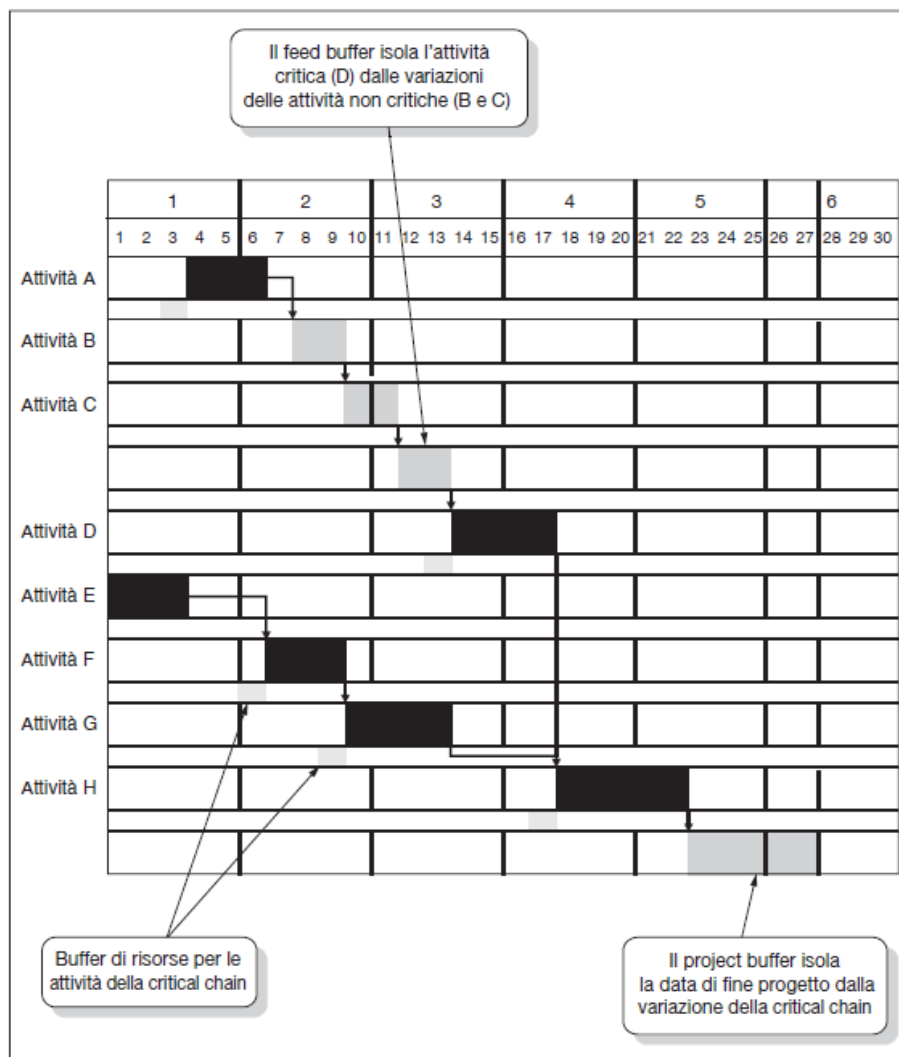

Figura 9 - Buffering della *Critical Chain*.
- ❖ Si inserisca un *project buffer* fra la fine dell'ultima attività e la data finale di consegna del progetto (Figura 9). Se quest'ultima è già nota, potrebbe darsi che ci sia già un ritardo prima che il progetto debba iniziare. Se la data di inizio implicata è già passata, sarà necessario abbreviare il progetto (si veda di seguito) o riferire che non può essere svolto.
- ❖ Si inseriscano *feed buffer* nei punti del piano in cui flussi di lavoro non critici incontrano la *Critical Chain*, in modo da preservarla da qualsiasi variazione di tempo delle attività non critiche (Figura 9). Si calcoli l'entità dei *feed buffer* allo stesso modo del *project buffer* principale utilizzando nei calcoli le attività di ciascun flusso di lavoro di alimentazione anziché quelle della *Critical Chain*.
- ❖ Si proceda passo passo attraverso ogni attività della *Critical Chain* identificando le risorse critiche. Queste devono essere disponibili non appena l'attività dev'essere avviata, altrimenti il progetto subirà ritardi. Per prevenire questa eventualità vanno inseriti dei *buffer di risorse* nel piano (Figura 9). Questi possono assumere diverse forme: può essere appropriato allocare delle risorse aggiuntive sotto forma di buffer, ma potrebbe anche essere sufficiente utilizzare un promemoria (*wake-up call*) per ricordarsi di controllare che la risorsa sia disponibile alcuni giorni prima dell'inizio dell'attività.